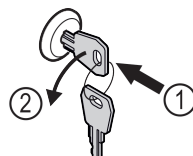

Fig. 205
- Insérer la clé. Fig. 205 (1)
- Tourner la clé à 90° dans le sens antihoraire. Fig. 205 (2)